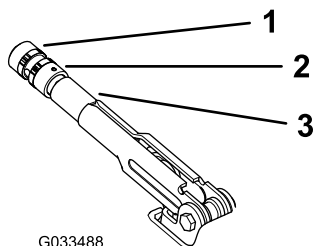

图 57
- 松开将旋钮固定到手刹操纵杆上的固定螺丝图 57。
- 旋转旋钮图 57 直至达到拉动手刹操纵杆需要的2022kg 的力。
- 调整完成后拧紧固定螺丝图 57。